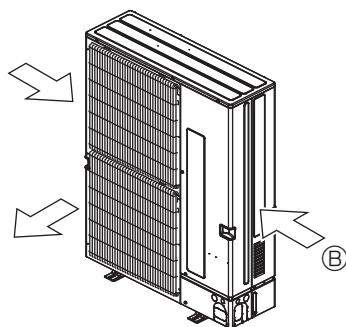

Fig. 2-16
2. Posicione a unidade de forma a que o ar seja libertado perpendicularmente à direcção do vento, se possível. (Fig. 2-16)